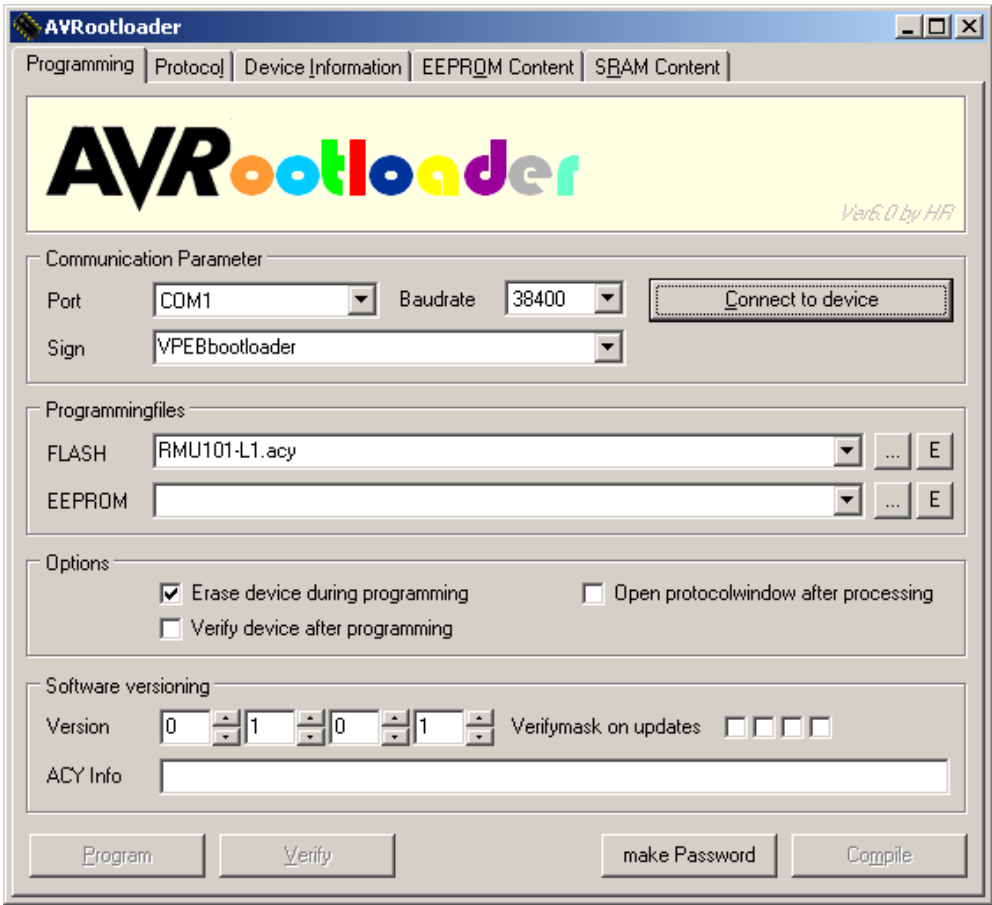

Fig 15: AVRRootloader
- 4. Start AVRrootloader.exe. Je ziet dan ongeveer het scherm van fig. 15. De baudrate staat standaard op 38400. Dat kun je aanpassen, maar veel zin heeft het niet, want 38.400 is snel genoeg en voldoende betrouwbaar. Overigens is de baudrate bij USB in het geheel niet relevant, want dan wordt deze bepaald door de USB interface zelf.